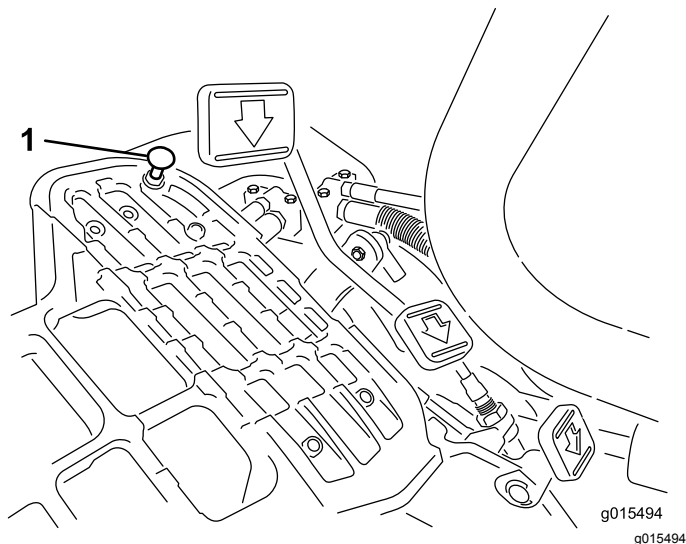

Рисунок 40
Для получения максимальной транспортной скорости переведите рычаг управления трансмиссией в положение ТРАНСПОРТИРОВКИ и нажмите на педаль управления тягой. Если педаль касается упора (Рисунок 40) до того, как на тросике начинает ощущаться натяжение, выполните следующую регулировку:
1. Переведите рычаг управления трансмиссией в положение ТРАНСПОРТИРОВКИ и ослабьте контргайку, которая крепит упор педали к полу (Рисунок 40).